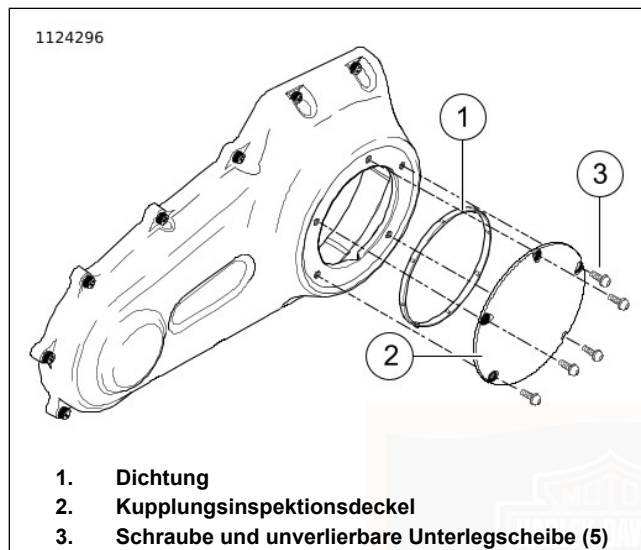
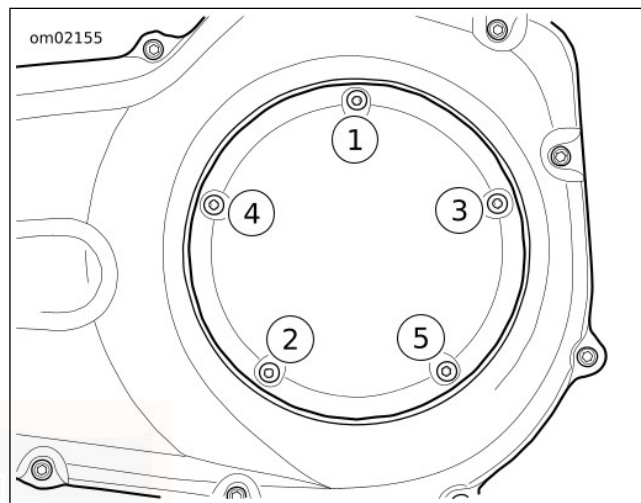

Abbildung 71. Kupplungsdeckel (Typisch)
Abbildung 72. Anzugsreihenfolge für Kupplungsdeckel
6. Siehe Abbildung 71. Schrauben (3) und Kupplungsinspektionsdeckel (2) entfernen.
7. Dichtung (1) entfernen. Das Öl von der Nut im Kettengehäusedeckel und der Befestigungsfläche abwischen.
- b. Siehe Abbildung 71 . Die **neue** Dichtung (1) in die Nut des Kupplungsinspektionsdeckels (2) einsetzen. Jede Noppe auf der Dichtung in die Nut drücken.
- c. Den Kupplungsinspektionsdeckel (2) mit Schrauben und unverlierbaren Unterlegscheiben (3) sicher befestigen.
- d. Siehe Abbildung 72 . Auf folgendes Drehmoment anziehen: 9,5–12,2 N·m (84–108 **in-lbs**).